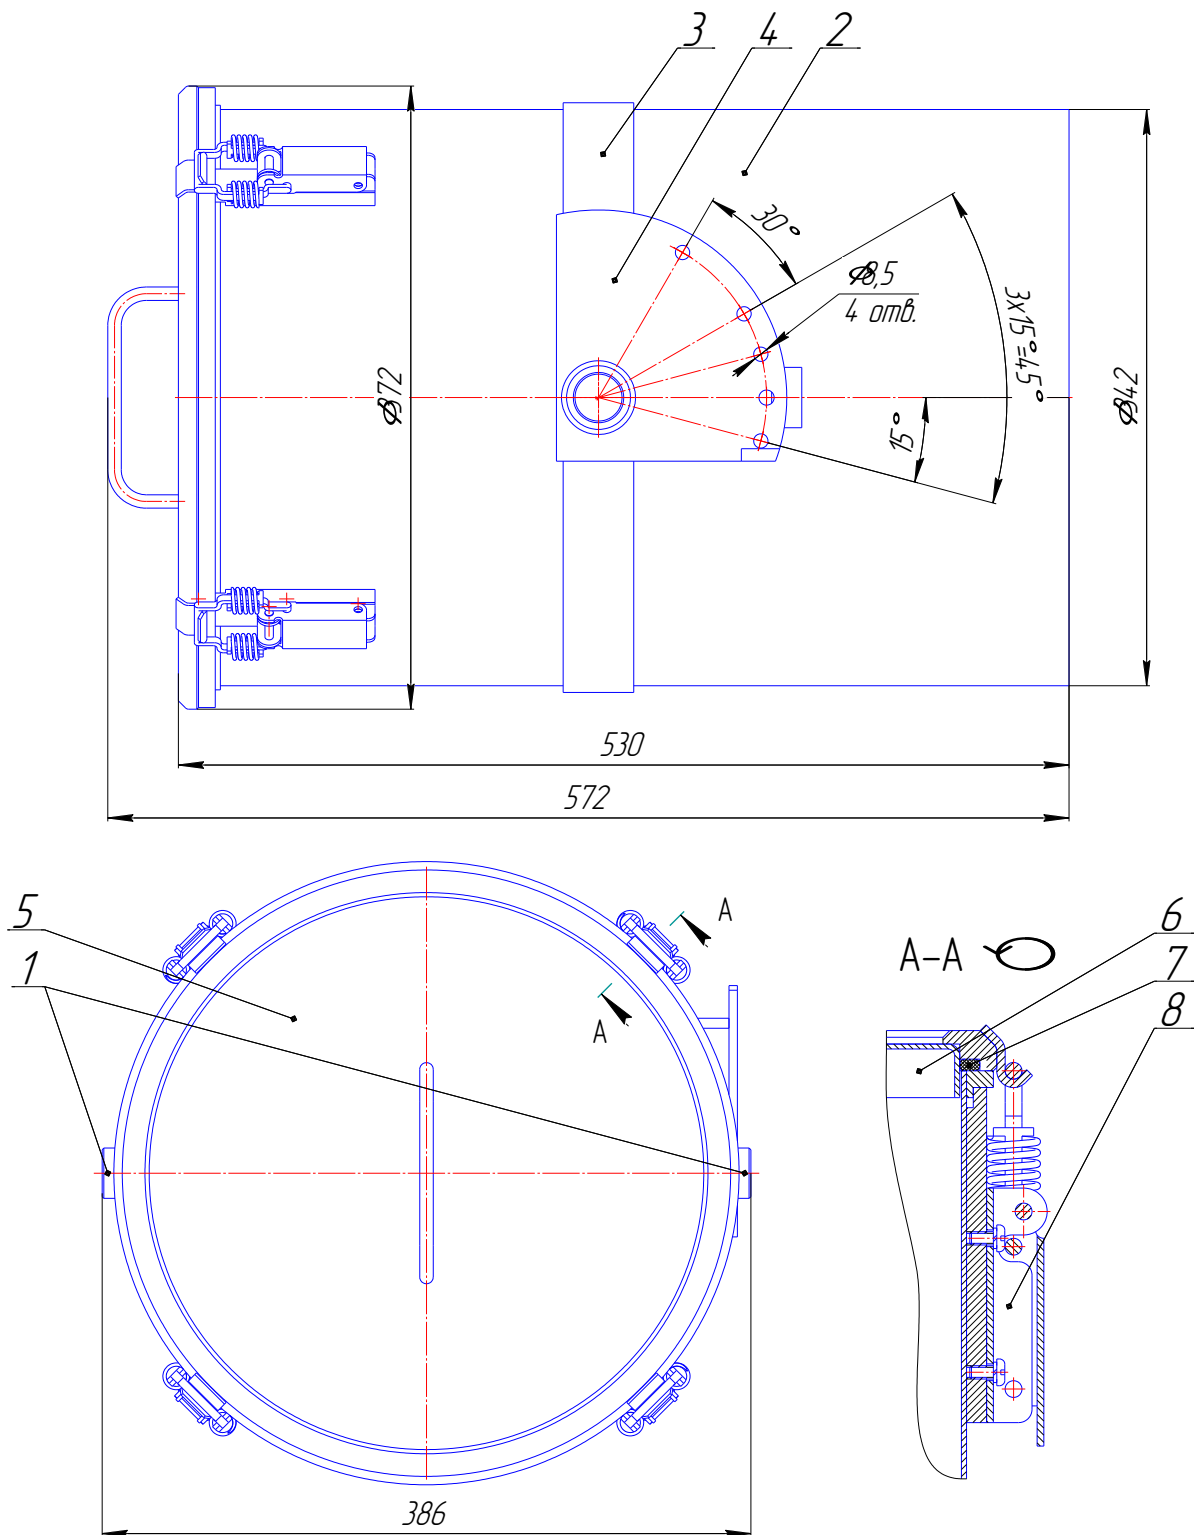

Рис. 2 Бочка в сборе
Рамка 6 представляет собой сварную конструкцию, по краям которой приварены вал 16 и цапфа 17. Вал 16 фиксируется в мотор-редукторе при помощи шайбы 18 и винта 19. Цапфа 17 устанавливается в подшипник в опоре 20 и фиксируется стопорным винтом 21. Крутящий момент передается рамке при помощи шпонки 22. Две накладки 23, закрепленные на рамке при помощи болтов 24, необходимы для установки бочки в сборе. Последняя устанавливается в накладки двумя цапфами бочки в сборе 25 (цапфа бочки в сборе показана на Рис. 2 - поз. 1). Изменение угла наклона продольной оси бочки к оси рамки осуществляется при помощи фиксатора 26.
Бочка в сборе (Рис. 2) состоит из двух цапф 1, описанных выше, бочки 2, выполненной из нержавеющей стали, пояса 3, приваренного к бочке, сектора 4, также приваренного к бочке и необходимого для фиксации угла наклона бочки относительно оси рамки, крышки 5, с внутренней вставкой 6 из нержавеющей стали и резиновой прокладкой 7, обеспечивающей герметичность соединения крышки с бочкой. Крепление крышки на бочке осуществляется четырьмя пружинными защелками 8.
2.3.5 Снимите (см. Рис. 2) крышку 5, отщелкнув пружинные защелки 8;